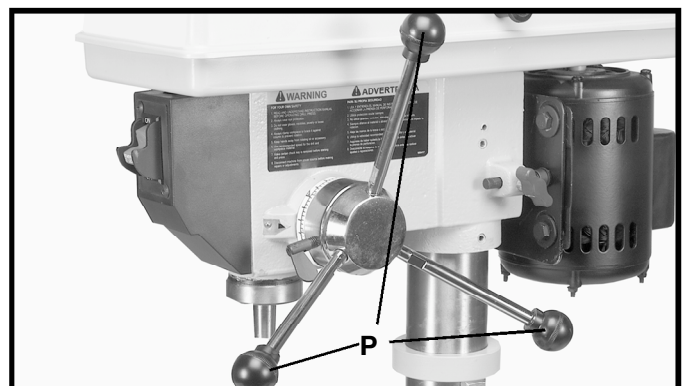

Fig. 14
9. Enrosque las tres agarraderas del eje del piñón (P) Fig. 14 en los tres agujeros localizados sobre el eje del piñón en la manera ilustrada aquí.